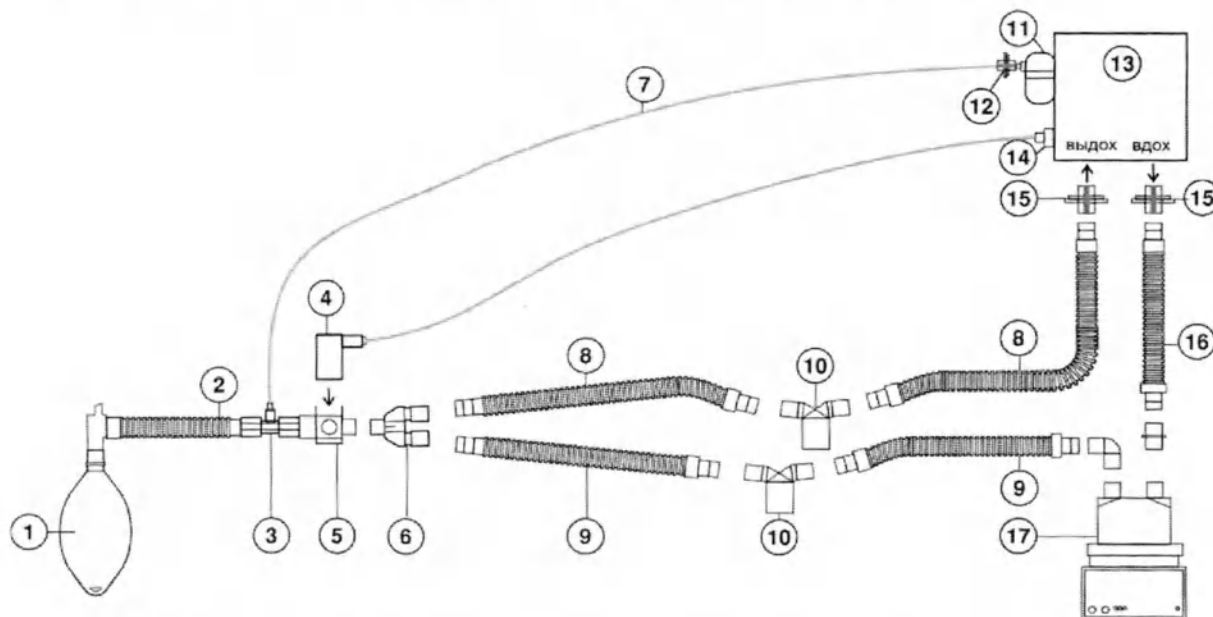

Рисунок 8.10 – Подключение метабологафа в дыхательный контур
- 1 Подключите влагоотделитель (рисунок 8.10, поз. 11) к штуцерам «REE-IC» аппарата (рисунок 2.6, поз. 8). Подключение влагоотделителя должно обеспечивать герметичность пневмотракта.
- 3 Установите на влагоотделитель фильтр гидрофобный с разъемом luer (рисунок 8.10, поз. 12).
- 4 Подключите к фильтру гидрофобному один конец линии отбора пробы (рисунок 8.10, поз. 7). Другой конец линии отбора пробы подключите к адаптеру (рисунок 8.10, поз. 3), включенному в дыхательный контур, как показано на рисунке 8.10.